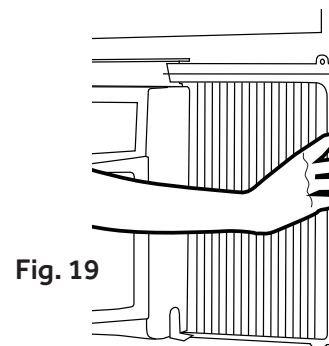

Fig. 19
1. Déployer le panneau droit et son châssis jusqu'à ce qu'il soit affleurant au cadre de fenêtre. (voir la figure 19)